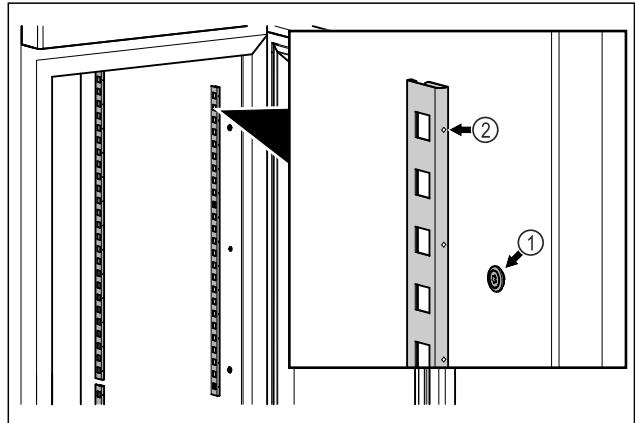

Fig. 58 Esimerkkikuva
- Kiinnitä pidikekiskot Fig. 58 (1) ripustimeen. Merkinnän Fig. 58 (2) on osoitettava eteenpäin.